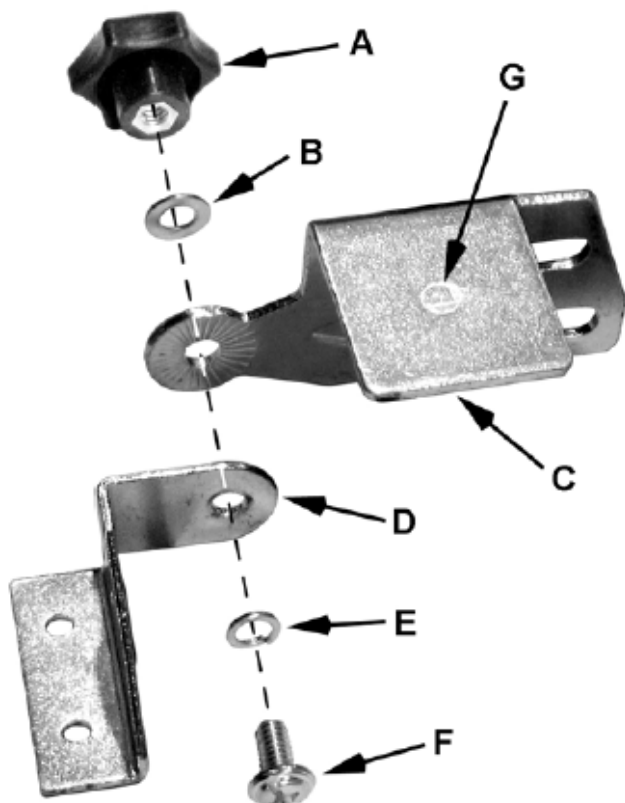

Рис.1
- 2 Скоба (D) (см. примечание)
- 2 Ручка замка (A)
- 2 Искрогаситель (C) (см. примечание)
- 2 1/4"x1/2" Винт (F)
- 2 1/4" Шайба (B)
- 2 1/4" Шайба-гровер (E)
**Примечание:** Скоба (D) и искрогаситель (C) имеют маркировку «L» (G, Рис.1) для левой стороны и «R» для правой стороны.
- 1 Соберите левый искрогаситель и скобу экрана согласно Рис.1 они имеют маркировку «L»
- 2 Подручник левый (J), правый (не показан)
- 4 5/16"x3/4" Винт (C)
- 4 5/16" Шайба (D)
**Примечание:** Подручники бывают, левый и правый см. рис. 1 чтобы гарантировать правильность их установки.
1. Установите левый суппорт (J), при помощи двух винтов 5/16" x 3/4" (C) и двух плоских шайб 5/16" в кожух круга (M).